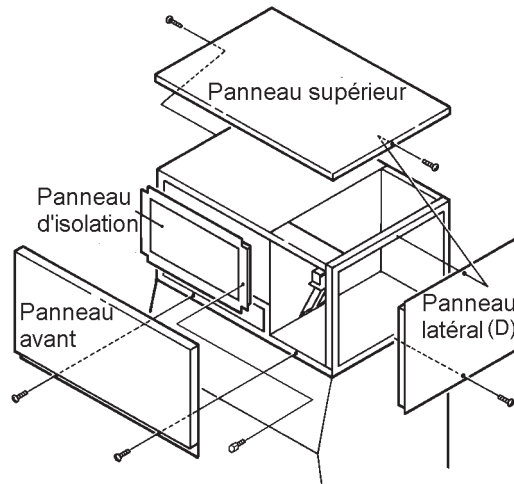

Fig. 1
2. LE DEMONTAGE DES PANNEAUX – Voir Fig. 1